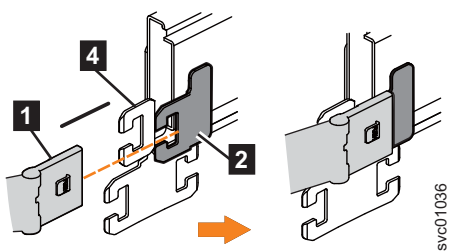

图 74. 将上部 CMA 的内部连接器安装到支撑导轨的内部构件上
2. 从外部和内部支撑导轨中将上部 CMA 组合件的内部连接器 (**1**) 安装到左侧支撑导轨的内部构件 (**2**) 上, 如图 74 中所示。